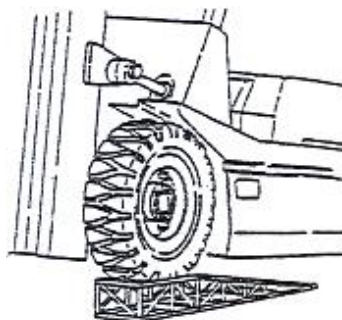

Рис. 2-38
7.4.4 Замените ролик основной мачты как показано на Рис. 2-38